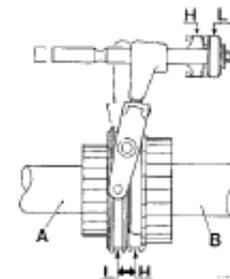

Fig. 45
Cambio split (misión del cilindro split): Desplazar la sincronización, manguito de acoplamiento y horquilla de cambio (1) a las posiciones de split alto y bajo respectivamente tan pronto es influido por la válvula de la empuñadura. (Fig. 45)